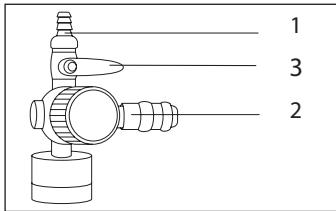

Рис. 4
- 6.7 Благодаря конструкции компрессора (для WO 50-300, WO 80-360, WO 100-400), Вы можете подключать одновременно два инструмента. На выходе из компрессора предусмотрены штуцера двух типов: «елочка» (Рис. 4, п. 1) и быстроъемный (Рис. 4, п. 2).
К инструменту, подключенному к быстросъемному штуцеру, воздух поступит автоматически. Для подачи давления к инструменту (для WO 50-300, WO 80-360, WO 100-400), подключенному к штуцеру типа «елочка», откройте шаровой кран (Рис. 4, п. 3). Рабочее давление на выходе может изменяться непосредственно в процессе работы регулятором (Рис. 1, п. 4). Также можно отрегулировать расход воздуха отдельно только у инструмента, подключенного к штуцеру посредством регулировки положения крана (Рис. 4, п. 3).
ПРИМЕЧАНИЕ! При работе одновременно двумя инструментами следует помнить, что давление в обоих инструментах будет одинаковым, а расход воздуха будет распределяться пропорционально соотношению проходных сечений инструментов или выходных штуцеров в случае регулирования расхода воздуха краном (Рис. 4, п. 3), т.е. при увеличении расхода воздуха через штуцер (Рис. 4, п. 1) будет уменьшаться расход воздуха через штуцер (Рис. 4, п. 2) и наоборот.
- к штуцеру типа «елочка» – закройте кран (Рис. 4, п. 3), ослабьте хомут (если установлен), смените шланги инструмента, снова затяните хомут и откройте кран, установив необходимый расход воздуха;